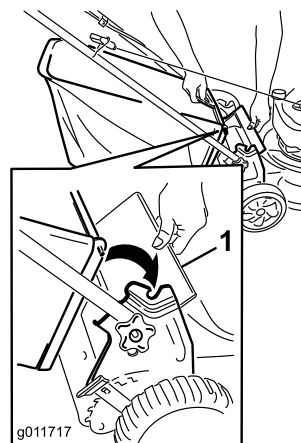

Figura 15
1. Tirate verso l'alto il deflettore posteriore (Figura 15).
2. Inserite la maniglia del cesto di raccolta nelle tacche presenti sulle staffe della stegola (Figura 15).